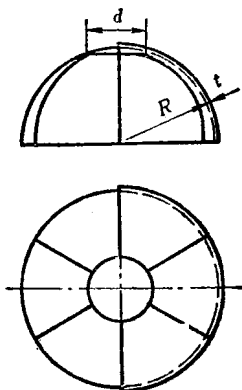

图 9
9. 作轴流通风机流线体构件的展开图, 如图9所示。已知尺寸 $R=400\text{mm}$, $d=200\text{mm}$, $t=1.5\text{mm}$, 求作展